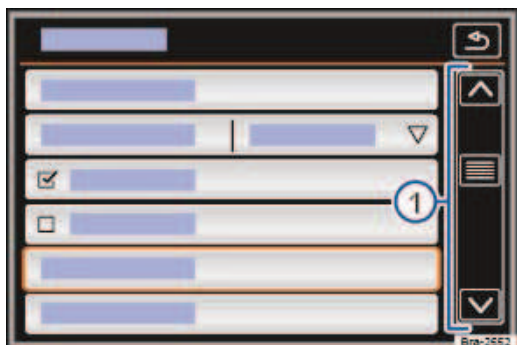

Fig. 3 Exemple d'entrées de liste dans le menu de réglage
Si une liste compte plus d'entrées sélectionnables qu'il n'est possible d'en afficher à l'écran, des boutons de défilement ou un repère de défilement apparaissent du côté droit de l'écran → Fig. 3③.